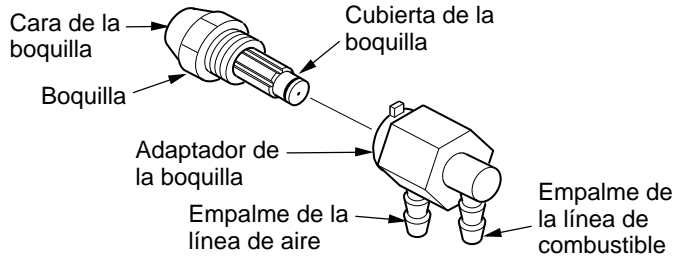

Figura 15 - Boquilla y adaptador de la boquilla
- Desmonte cuidadosamente la boquilla del adaptador de la boquilla utilizando una llave tubular de 5/8 pulgadas (consulte la figura 15, página 10).
- Vuelva a colocar la boquilla en el adaptador hasta que la boquilla se asiente. Apriete 1/3 de vuelta más usando una llave tubular de 5/8 pulgadas de 4,5 a 5,1 N-m (40 a 45 pulg-lb). Consulte la figura 15, página 10).